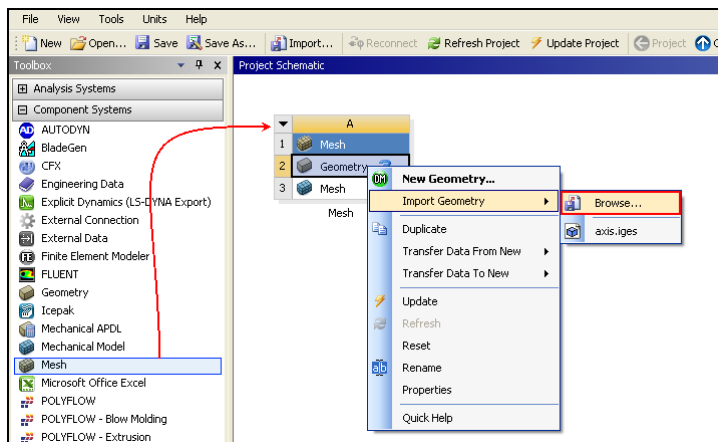

图 3-43 导入几何体
- 步骤 01 在 A2 栏的 Geometry 上单击鼠标右键，在弹出的快捷菜单中选择 Import Geometry →Browse 命令，如图 3-43 所示，此时会弹出“打开”对话框。